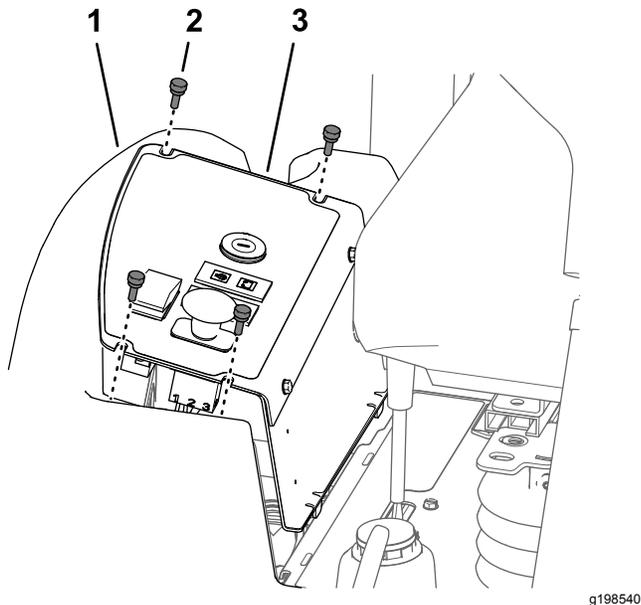

図 54
1. コントロールパネルのプレートを機体に固定しているねじ4本を外す 図 54。
2. コントロールパネルのカバーを持ち上げる 図 54。
3. コントロールパネルプレートの上部にあるスロットを、燃料タンクのフランジの穴に合わせる 図 54。
4. コントロールパネルプレートを燃料タンクのフランジに取り付けるつまみねじ4本 図 54ステップ1 コントロールパネルのプレートを外す (ページ 48)で外したものを使用する。